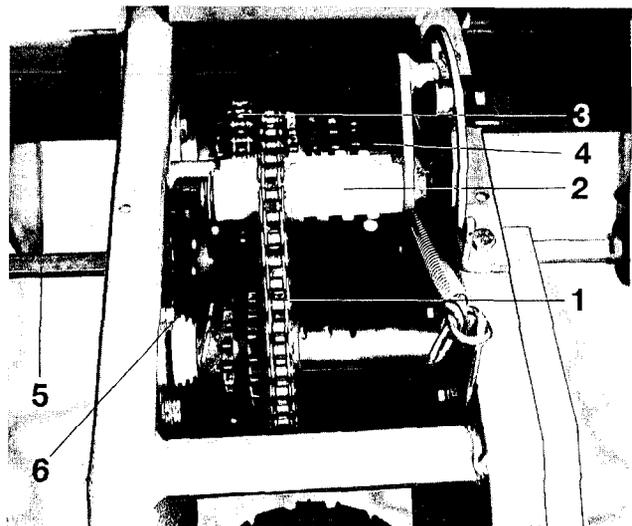

Fig. 77
2. **Umlegekette (Fig. 77/1) vom Verstellgetriebe (Fig. 77/2).** Diese Kette wird mittels der federbelasteten Kettenspanneinheit (Fig. 77/3) gespannt. Bei der Umlegekette und ihrem Verschußglied handelt es sich um eine verstärkte Ausführung mit erhöhter Bruchkraft. **Beim Austausch des Verschußgliedes oder der kompletten Umlegekette nur Original-AMAZONE Ersatzteile verwenden.**
3. **Antriebskette (Fig. 77/3) von Zwischenwelle (Fig. 77/4) zur Getriebeausgangswelle (Vierkantwelle).** Diese Kette wird nach Lösen der beiden Schrauben durch Verschieben des langlochaufweisenden Kettenspanners z. B. mittels eines als Hebel wirkenden Flacheisens gespannt. Anschließend die beiden Schrauben wieder anziehen. (Hierzu siehe Kap. 6.4 und Kap. 8.1)